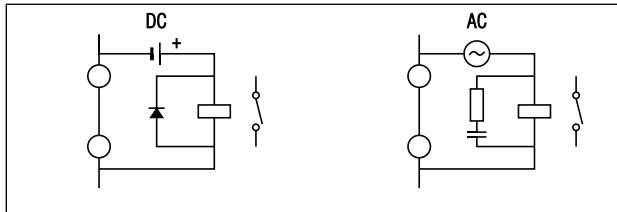

Abbildung 1-15.
- Wenn die Relaisausgänge zum Schalten induktiver Lasten wie Hilfsrelais verwendet werden, installieren Sie eine Schutzdiode bzw. ein RC-Glied wie in Abbildung 1-15 gezeigt.